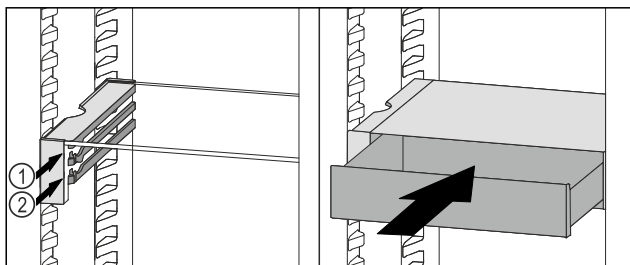

Fig. 38
- ▶ Установите выдвижной ящик VarioSafe за стопоры на требуемый выступ Fig. 38 (1) или Fig. 38 (2).